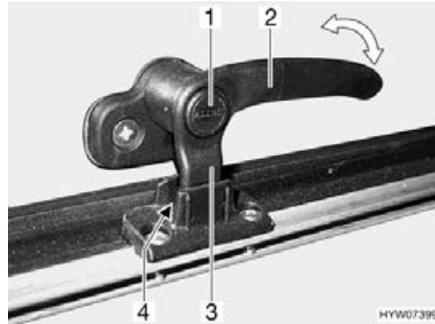
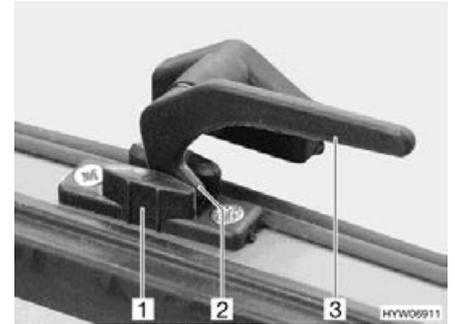

Bild 116 Verriegelungshebel mit Sicherungsknopf in Stellung "Dauerbelüftung"
Bild 117 Verriegelungshebel in Stellung "Dauerbelüftung"
- in Stellung "Dauerbelüftung" (Bild 116 und Bild 117)
- Wenn vorhanden, Sicherungsknopf (Bild 116,1) drücken und gedrückt halten.
- Den Verriegelungshebel (Bild 116,2 oder Bild 117,3) eine viertel Umdrehung zur Fenstermitte hin drehen.
- Den Verriegelungshebel wieder zurückdrehen. Die Verriegelungsnase (Bild 116,3 oder Bild 117,2) am Verriegelungshebel dabei in die Aussparung der Fensterverriegelung (Bild 116,4 oder Bild 117,1) einfahren.
- Wenn vorhanden, Sicherungsknopf (Bild 116,1) loslassen.